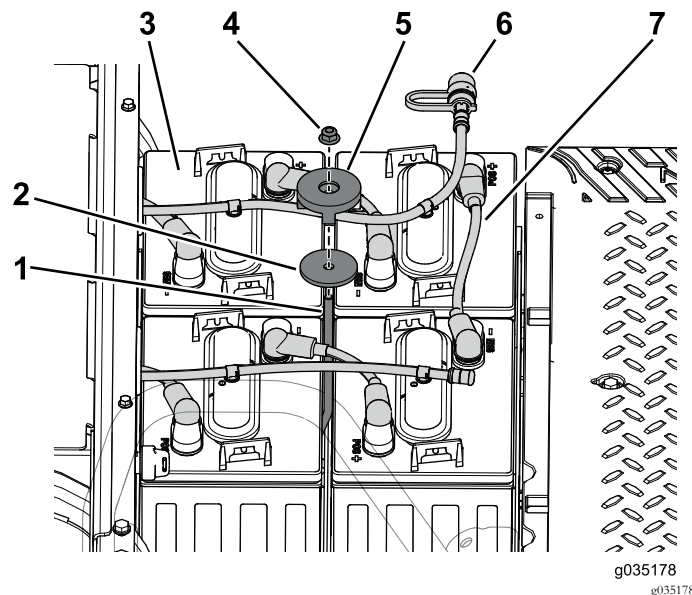

Figure 98
1. Installez les 4 batteries dans le support de batteries avant (Figure 98).
2. Fixez les batteries sur leur support à l'aide de la tige de maintien, de la rondelle, du dispositif de maintien et du contre-écrou (Figure 98).
3. Branchez les câbles de batteries à la borne positive (+) des batteries (Figure 98).
6. Installez le flexible de remplissage sur les batteries (Figure 98).